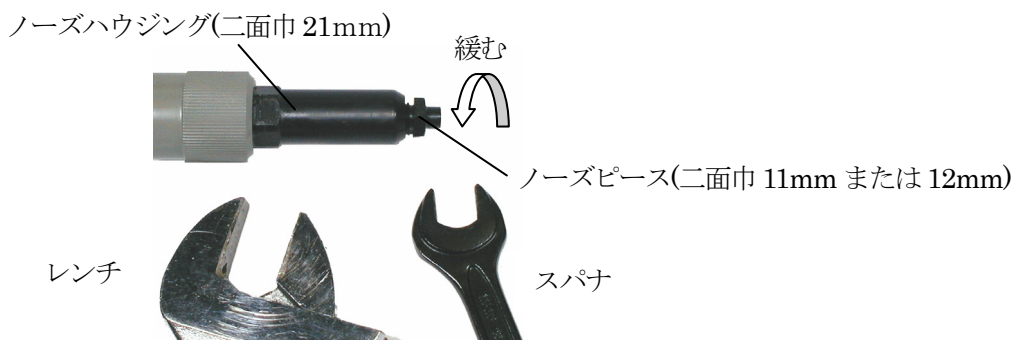

図7-4
(1) レンチ及びスパナでノーズピースをノーズハウジングから取り外してください。（図7-4）